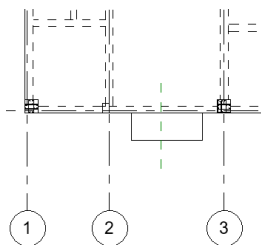

图 15-113 绘制参照平面
(1) 在“项目浏览器”中双击“结构平面”节点下的“二层”, 将视图切换到二层结构平面视图。
(2) 单击“结构”选项卡“工作平面”面板中的“参照平面”按钮, 打开“修改|放置 参照平面”选项卡, 在如图 15-113 所示的位置绘制参照平面。